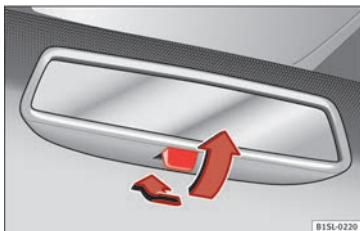

Abb. 145 Manuell abblendbarer Innen spiegel.
- Zum Abblenden des Rückspiegels, Hebel nach hinten ziehen » Abb. 145.